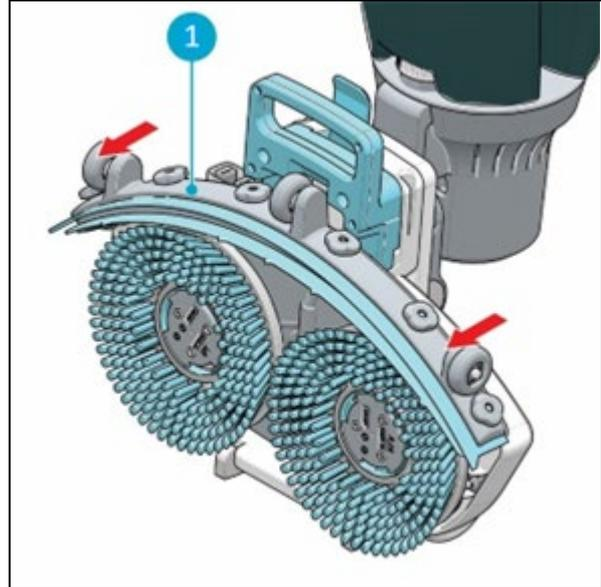

Figura 26
3. Puxar o lado esquerdo do rodo (Figura 26, pos 1) para o retirar.